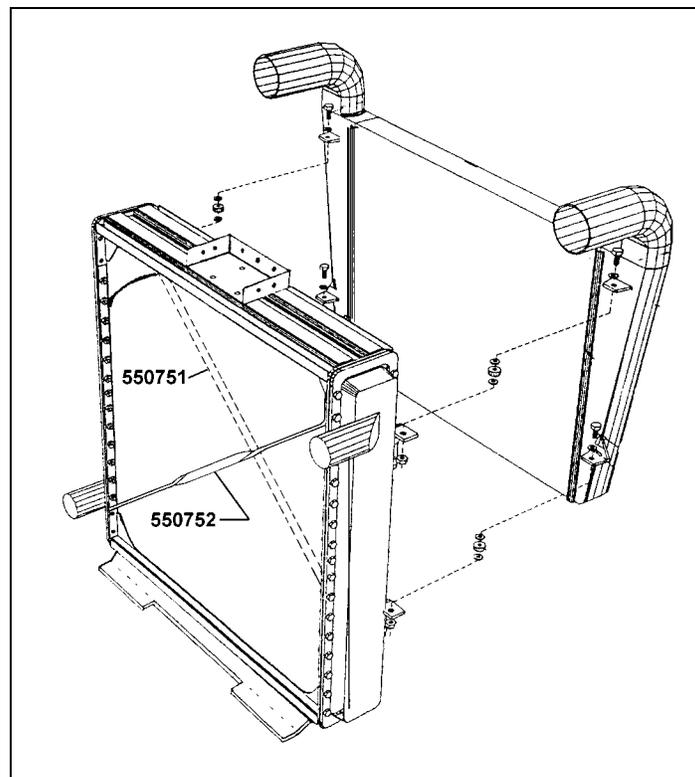

FIGURE 4: TIGES DE RENFORT
5. Séparer le refroidisseur d'air du radiateur afin d'insérer la tige de renfort (Prévost #550751) entre le refroidisseur et le radiateur (voir fig. 4).
Remarque: On doit installer les deux tiges de renfort dans le sens contraire l'une de l'autre (voir fig. 4).